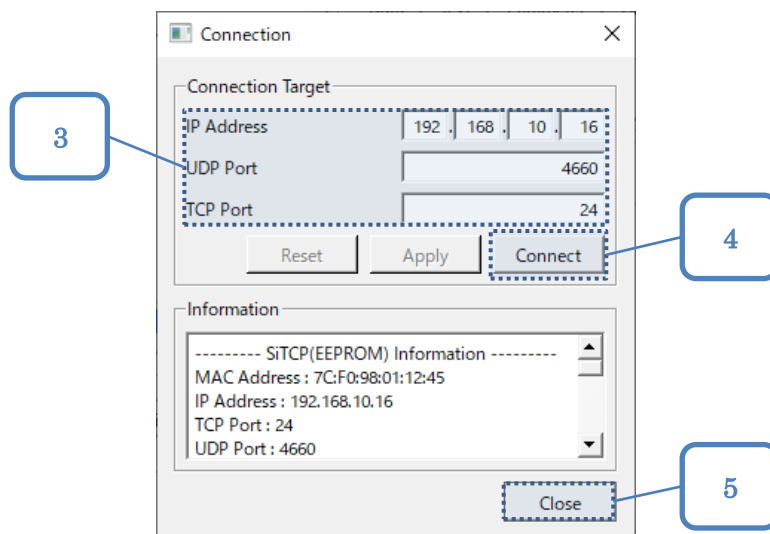

図 6-2. [Connection]ダイアログ
- ② [QVT Monitor]ウィンドウメニューバーの[Connection]をクリックし、プルダウンの[Connection...]をクリックすると、[Connection]ダイアログが開きます。図 6-2 の番号は、以下の手順の番号に対応しています。